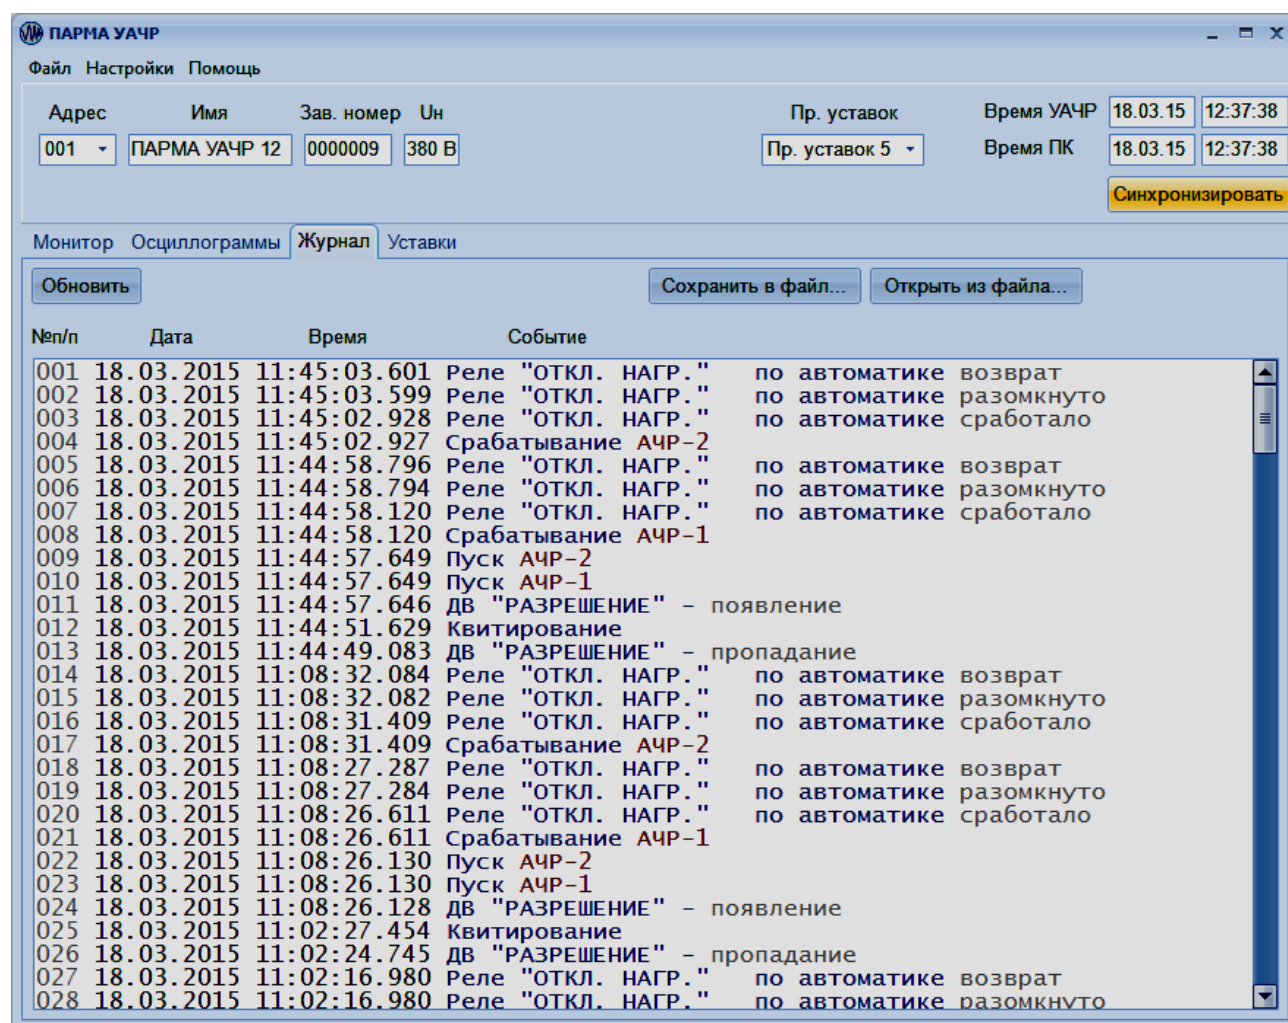

Рисунок 12 – Вкладка "Журнал"
5.3.9.1 Вкладка "Журнал" предназначена для просмотра журнала событий УАЧР (рисунок 12).